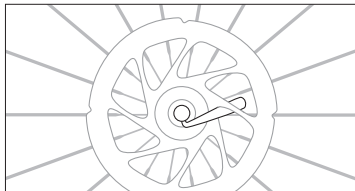

Abb. 1.7: Ein inkorrekt positionierter Schnellspanner kann mit dem Bremssystem in Kontakt kommen.
- Wenn dein Laufrad mit einem Schnellspanner gesichert wird, stelle sicher, dass der Hebel korrekt umgelegt ist, am Vorderrad an der Gabel und am Hinterrad an der Kettenstrebe ausgerichtet ist und beim Drehen des Laufrads weder mit den Speichen noch mit dem Scheibenbremssystem in Kontakt kommt (siehe Abbildung 1.7).